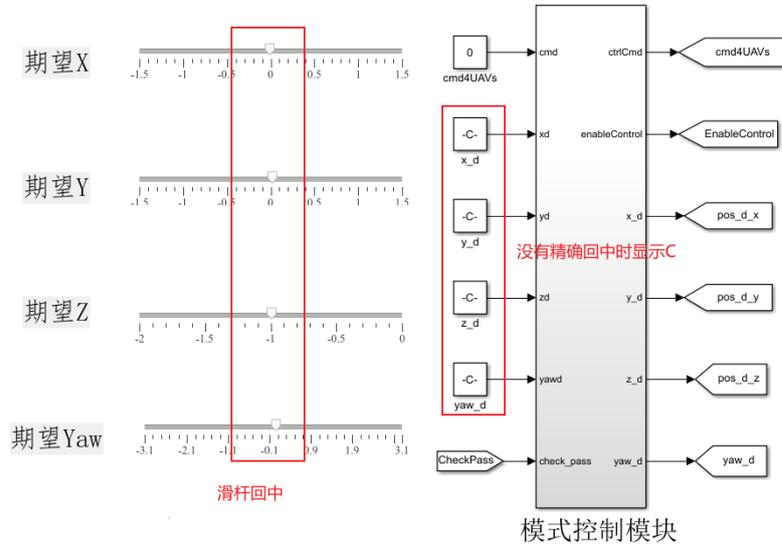

图 29 将所有滑杆回中，容许稍有误差
(6) 如图 29 所示，将期望 X、期望 Y、期望 Z 和期望 Yaw 回中，此时期望 X、期望 Y 和期望 Yaw 的值接近 0，期望 Z 的值接近-1。只有回中后飞机才能安全降落。